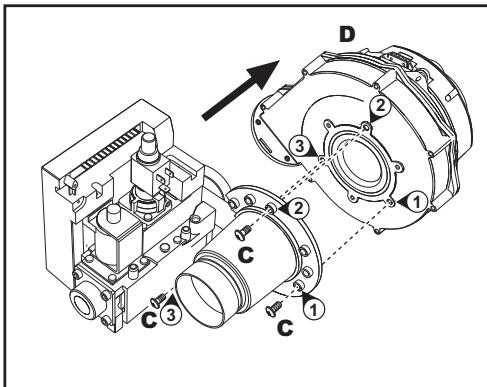

fig. 56 - modelul ENERGY TOP B 125 - 250
6. Deșurubați șuruburile "C" și deconectați ventilatorul "D" (fig. 56 - numai modelul ENERGY TOP B 125 - 250)